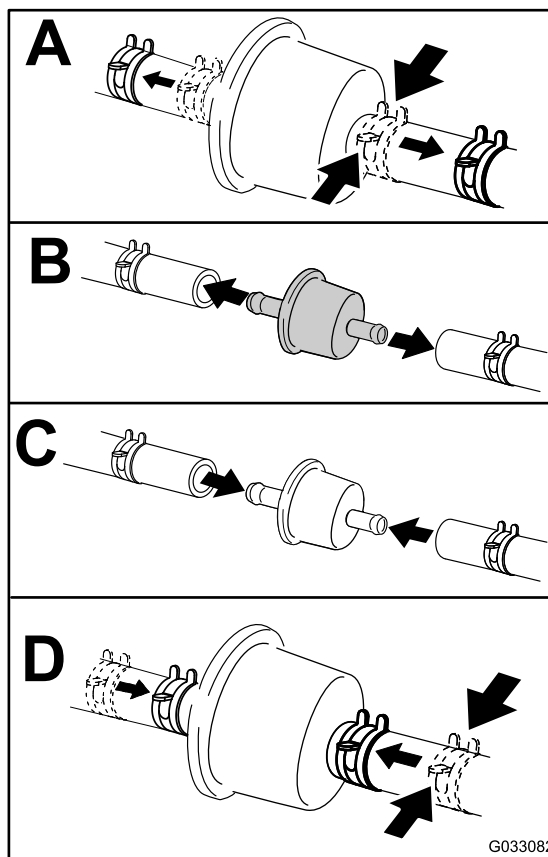

Figura 47
3. Cambie el filtro (Figura 47).